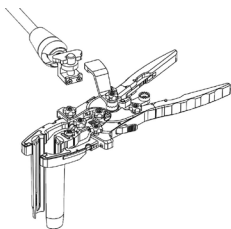

Figura 12
- Se estiver a utilizar a **Interface do Braço** (ML-0902), após se certificar de que a **Interface do Braço** foi fixada na estrutura do **Retrator**, traga o **Braço Articulado, Grampo do Suporte, Grande** (ML-0063) até à extremidade proximal da **Interface do Braço** e fixe o **Grampo do Suporte do Braço à Interface do Braço**. (Figura 12)